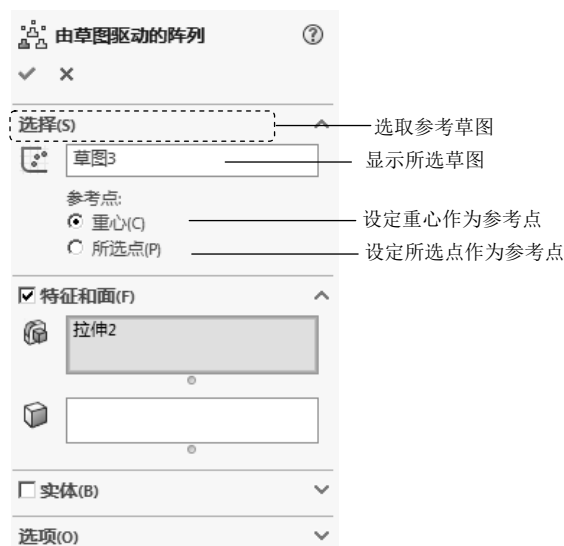

图 5.19.8 “由草图驱动的阵列”对话框
Step2. 选择命令。选取下拉菜单 **插入(I)** → **阵列/镜像(E)** →  **草图驱动的阵列(S)...** 命令(或单击“特征(F)”工具栏中的  按钮),系统弹出图 5.19.8 所示的“由草图驱动的阵列”对话框。